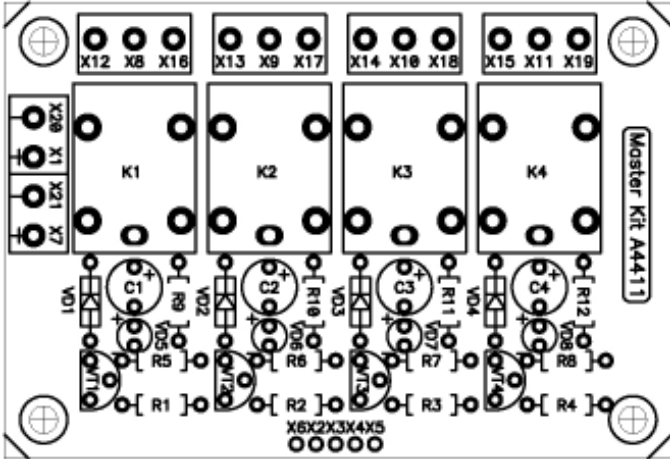

Рис.3 Монтажная схема
2. Установите все детали согласно рис.3 в следующей последовательности: сначала малогабаритные, а потом все остальные элементы.